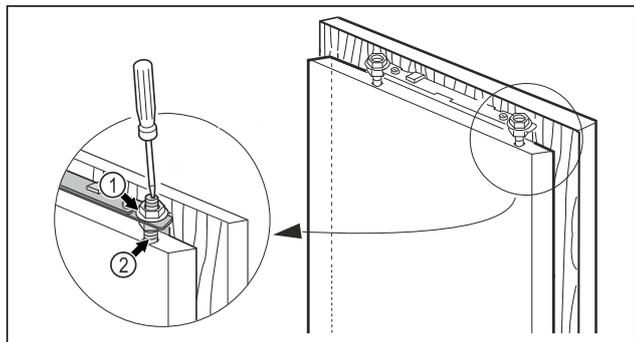

Fig. 21
- ▶ Apretar las contratuercas Fig. 21 (1) con una llave hexagonal 13, sujetando el perno de ajuste Fig. 21 (2) con un destornillador.